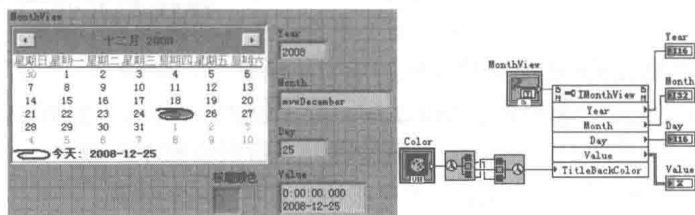

图 8-49 动态读取或者修改日历控件的属性
step 3 ActiveX 控件的属性可以通过对话框修改，也可以通过程序框图动态地修改或者读取。如图 8-49 所示，修改了日历控件标题栏的颜色。LabVIEW 中颜色的构成与 ActiveX 不同，这里进行了相应的转换。